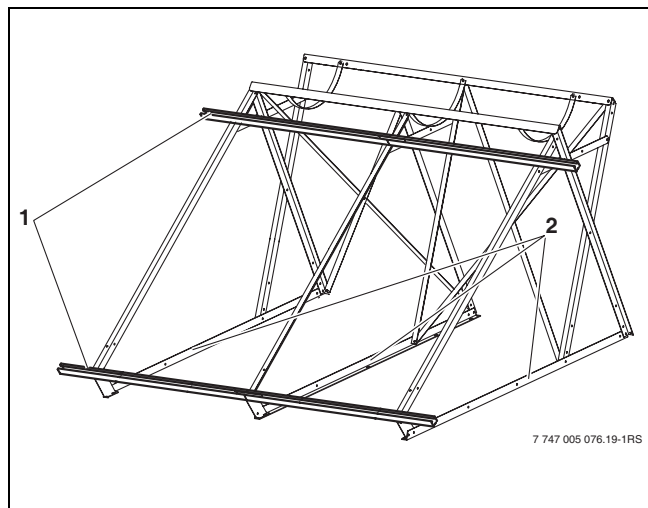

Fig. 25 Unir soporte transversal
- Alinear los perfiles de soporte inferiores (Fig. 25, (2)) de forma que queden paralelos.